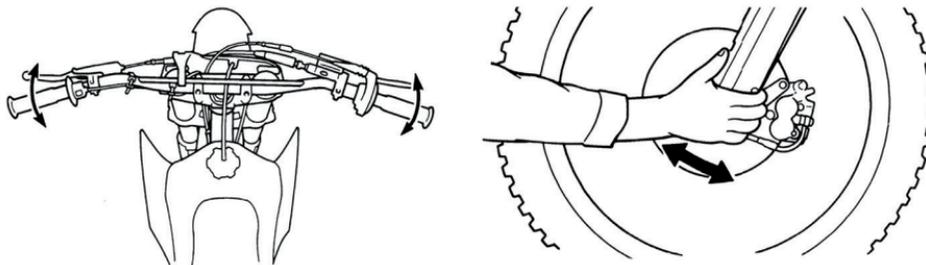

Рисунок 5.23. Проверка рулевой колонки
2. Встаньте перед мотоциклом. Возьмитесь за вилку (в районе передней оси) и потяните вилку по направлению к двигателю, и обратно см. рис. 5.23 несколько раз. Если подшипники изношены, вы почувствуете люфт или даже услышите щелчок / глухой удар.